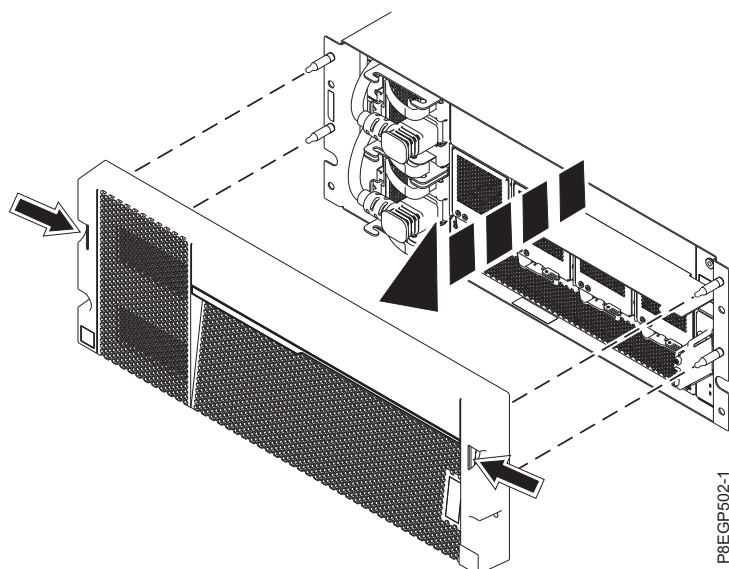

図7. カバーおよびサービス情報カードの取り外し
- b. ドロワーの両側にある 2 つの青色のタッチ・ポイントを使用して、10 ページの図 7 に示すように、カバーをまっすぐ引き出してドロワーの前面から取り外します。